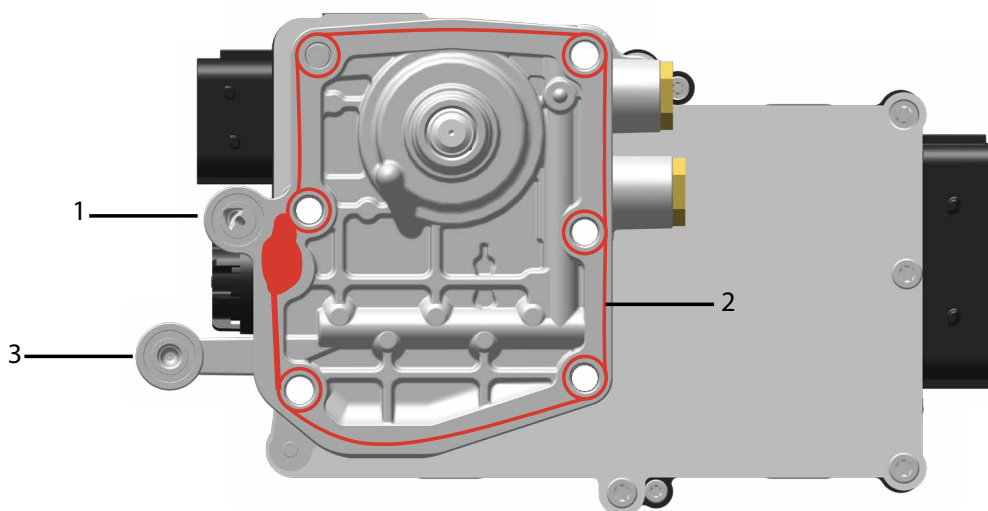

Fig. 2 Pasta de etanșare care trebuie aplicată
3. Aplicați pasta de etanșare pe suprafața de etanșare a părții inferioare vezi "Fig. 2 Pasta de etanșare care trebuie aplicată":